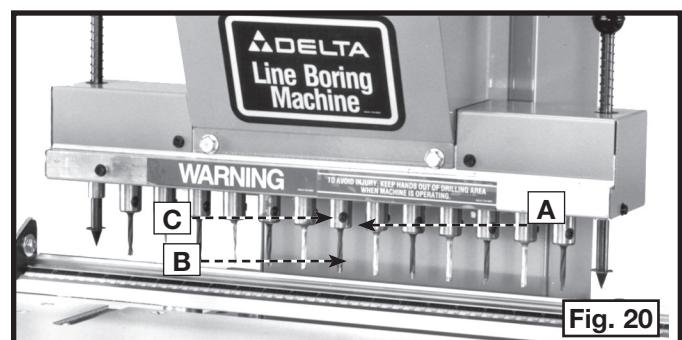

Fig. 20
2. Insérez les mèches (B), fig. 20 (non fournies avec la machine à percer), dans les broches (C). Enfoncez les mèches (B) aussi loin que possible puis resserrez les vis de pression (avec la clé à manche en T fournie contre la partie plate des mèches).
REMARQUE : La machine à percer à 13 broches requiert treize mèches (sept à rotation vers la droite et six à rotation vers la gauche). Insérez une mèche à rotation vers la droite sur la broche centrale, puis dans chacune des broches sur la droite. Insérez les mèches à rotation vers la gauche dans les broches restantes (Fig. 20).